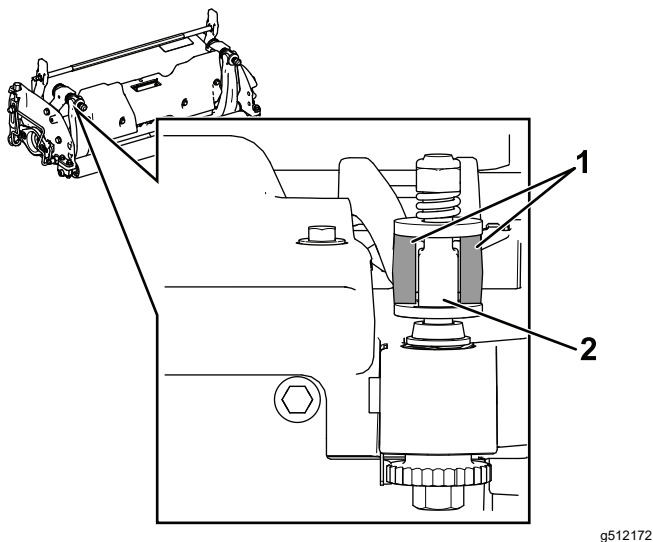

图 32
**重要事项** 将 DPA 调节器置于底刀架吊耳的中央如 图 32 所示。